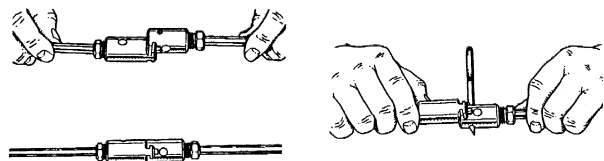

Figura 2 – Conexión y desconexión de varillas
1. Para conectar las varillas, alinee y enganche con un clic los acoplamientos (Figura 2).
- Elija e instale la herramienta de corte que desea usar en la punta de la varilla. Para conectarla, enganche los acoplamientos macho y hembra con un clic. Para desconectarlos, introduzca la llave de pasador y sepárelos (Figura 2).
21. Desconecte la varilla fuera del sujetador de varilla y desacople las secciones de varilla con el pasador. Sepárelas (Figura 2).